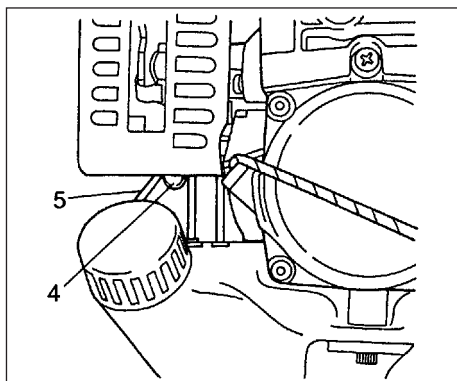

Fig. 2-2C
* Tryk snapsepumpen (4) adskillige gange, så brændstoffet flyder gennem returrøret (5) (hvis udstyret med det) (Fig. 2-2C)
2. Tryk sikkerhedsafbryderen (2) (hvis monteret)